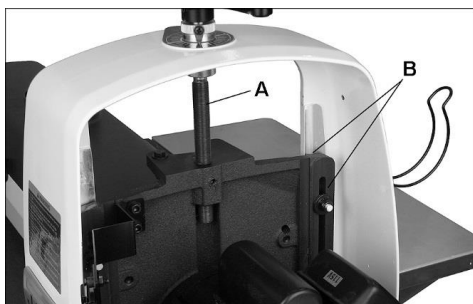

Рис. 9-1
- По мере необходимости смазывайте подъемный ходовой винт (А, Рис. 9-1).
- Поддерживайте чистоту в зоне направляющих (В, Рис. 9-1).